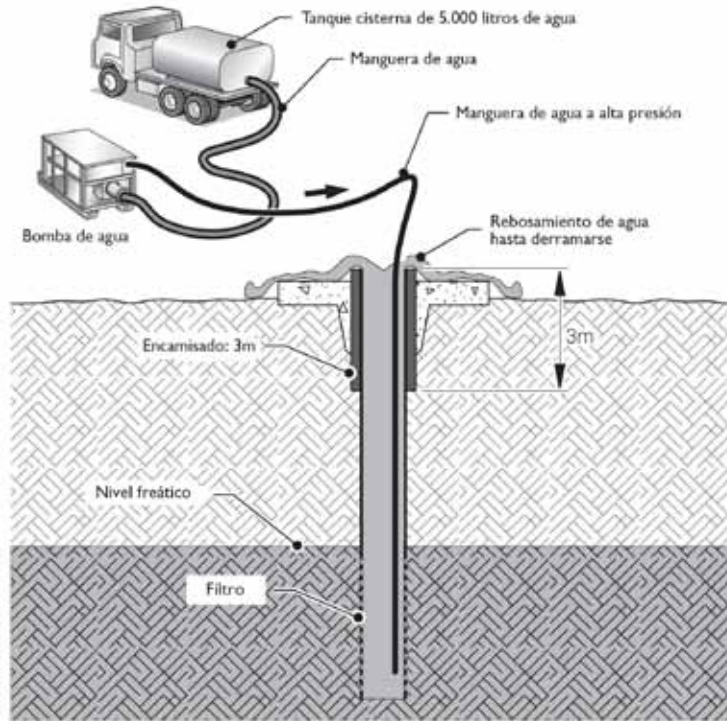

Figura 2
1. Expulse los sedimentos del pozo. Si bien hay una serie de formas de hacer ésto, el método más simple es usando aire o agua comprimida (ver Figura 2).